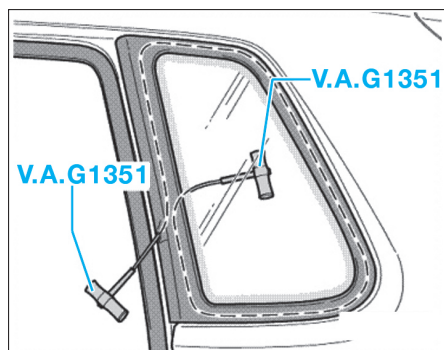

FIG. 10
- Couper le cordon de colle comme illustré (Fig.10).